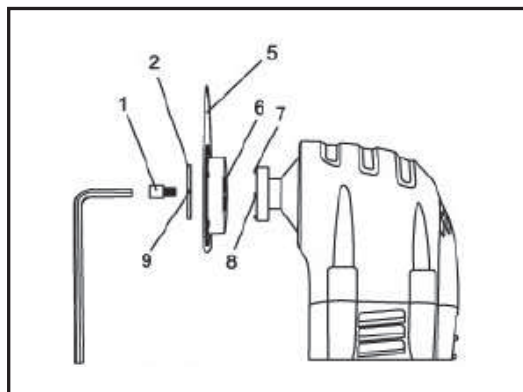

Рис. 2
- Установите диск (5) на держатель принадлежности (Рис. 2).
1. Установите на инструмент пильное полотно для резки дерева заподлицо (Рис. 2)
1. Установите на инструмент пильное полотно для резки дерева заподлицо (Рис. 2).
1. Установите на инструмент полукруглое пильное полотно для дерева и гипсокартона (Рис. 2).
1. Установите на многофункциональный инструмент прижимной башмак, как показано на Рис. 2.
1. Установите на многофункциональный инструмент шабер, как показано на Рис. 2, Рис. 1 и 2.